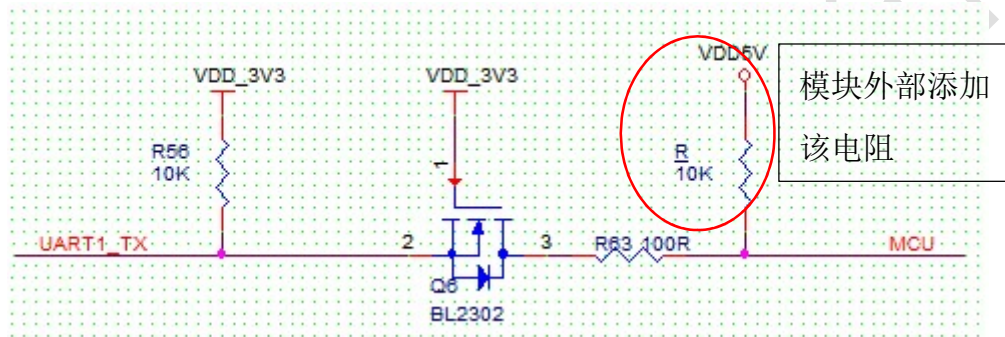

图 3 电平转换参考电路
UART1-RX 与 UART1-TX: (1) 默认通信电平为 3.3V。(2) 外部为 5V 逻辑电平, 同时在外电路 MCU 网络增加一 10K 上拉到 5V 的电阻(如下图: 图 3 电平转换参考电路图)。